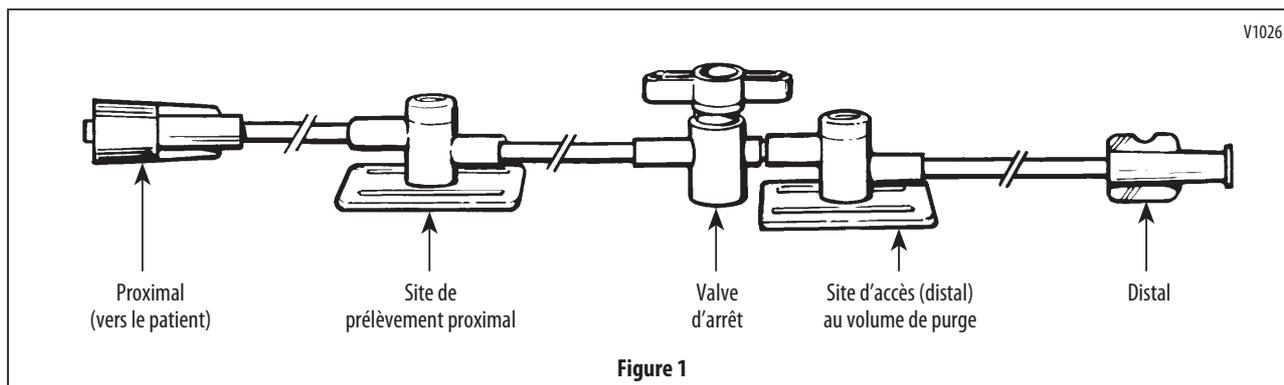

Figure 1
8. Connecter solidement l'extrémité proximale du kit avec raccord Luer Lock mâle au cathéter prérempli (Figure 1).